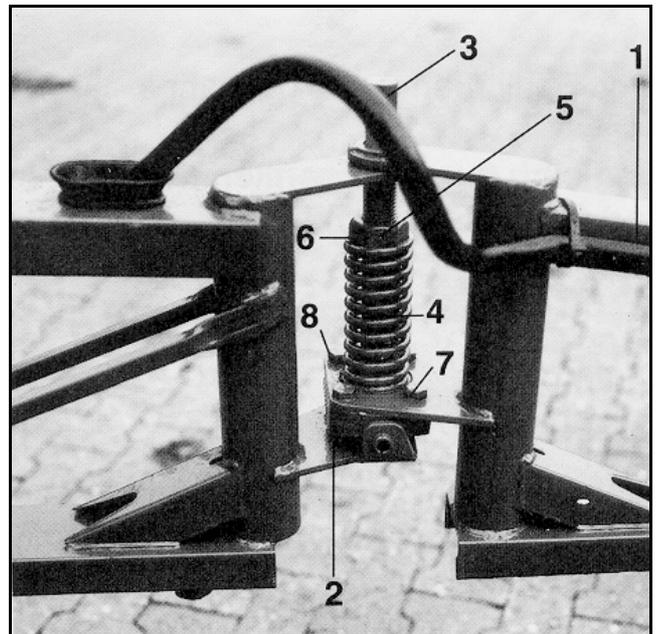

Fig. 8.17
- Aflojar tornillos (Fig.8.17/8) de la lengüeta de fijación (Fig. 8.17/7). La alineación se efectúa directamente en la garra de plástico (Fig. 8.17/2) a través de los agujeros alargados de la lengüeta de fijación.
- Apretar los tornillos (Fig. 8.17/8).